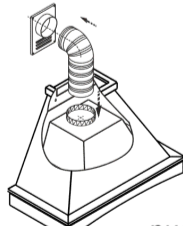
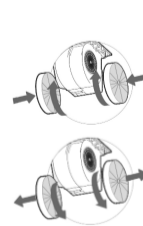

рис. 8
рис. 9
6.4 В зависимости от режима эксплуатации вытяжки соедините вентилятор с вентиляционной решеткой полужестким гофрированным воздуховодом (рис. 8) или установите на вентилятор угольные фильтры. Угольные фильтры устанавливаются на защитные решетки корпуса вентилятора (рис.9).